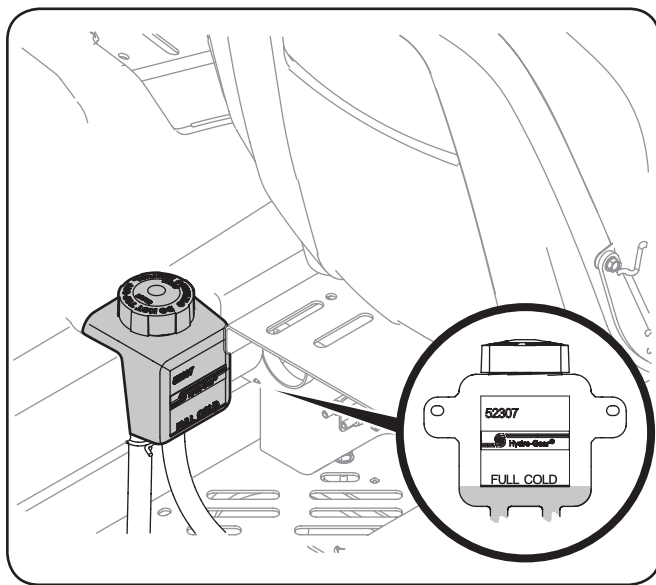

Figura 6-4
1. Gire el asiento del operador hacia adelante y limpie la tapa del depósito y el área que la rodea para evitar que el aceite de transmisión se contamine con residuos. Vea la Figura 6-4.
2. Gire la tapa del depósito en sentido contrario al de las agujas del reloj para retirarla, luego controle el nivel de aceite del depósito. El aceite debe ser visible en la base de la cubeta, pero el nivel del mismo NO debe estar por encima de la línea de "LLENO FRÍO". Vea la Figura 6-4. NO LLENE EL DEPÓSITO.